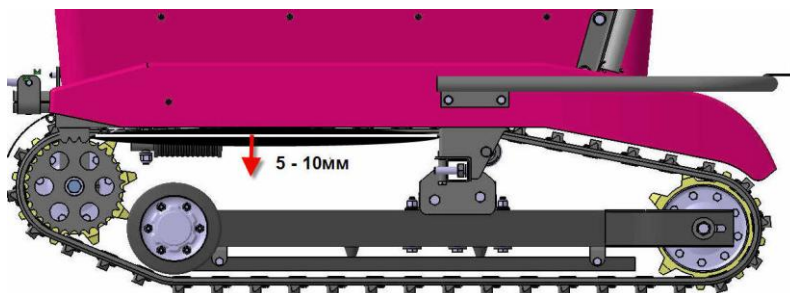

Рис.7
- 7.4 Проверить натяжение гусеницы. Она должна иметь провисание 5-10мм посередине в верхней части (Рис.7). При большем значении провисания необходимо произвести натяжение гусеницы.